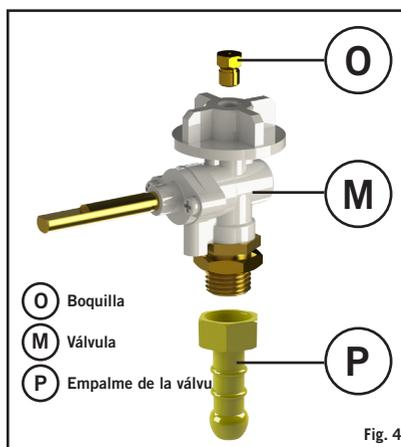

Fig. 4
- Categorías del dispositivo:** I 3B/P (30), I 3+ (28-30/37) and I 3B/P (37), (DK, FI, NO, NL, SE, AT, DE, BE, ES, FR, IE, IT, PT, GB, CH)
- En el otro extremo adhiera un regulador de baja presión de 30 mbares (configuraciones de butano de I 3B/P (30), I 3+ (28-30/37) o de baja presión de 37 mbares (configuraciones de propano de I 3+ (28-30/37)) asegurándose otra vez de que la manguera esté bien asentada. La manguera debe cumplir con la norma BS 3212:1991/SABS 1156-2 o equivalente. En Sudáfrica el regulador utilizado debe cumplir con la norma SANS 1237.
- Categoría del dispositivo:** I 3B/P (50) (AT, DE)
- Atornille una manguera con los accesorios enroscados correctos a cada extremo en la rosca BSP de 1/4" BSP del lado izquierdo de la válvula (O) (Fig. 4). Adhiera un regulador de baja presión adecuado de 50 mbares en el otro extremo de la manguera. La manguera utilizada debe cumplir con la norma DIN 4815 parte 2 o equivalente.